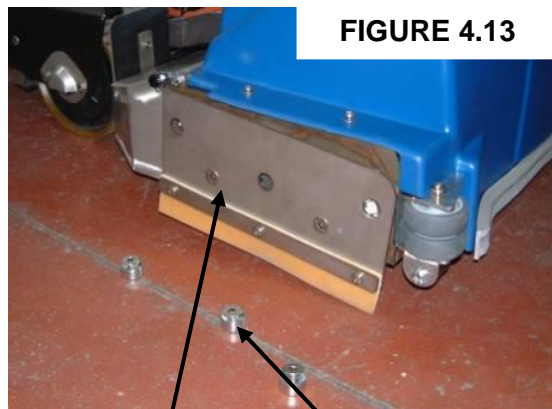

FIGURE 4.13
- pour mettre en place la brosse neuve, il est nécessaire de centrer des brosses (détail 3, figure 4.13) avec la bride de fixation et d'exercer une pression vers le haut à l'aide des deux mains.
- Retirer le carter métallique (détail 1, figure 4.13) de protection en dévissant les trois vis Allen (détail 2, figure 4.13) et tirer le carter vers l'extérieur (détail 1, figure 4.13).
- Retirer les rouleaux brosses (détail 3, figure 4.13).
- Après avoir mis en place les brosses, remonter les carters en centrant l'hexagone (détail 4, figure 4.13) sur les rouleaux et en exerçant une forte pression vers la machine et pour finir revisser les trois vis Allen.